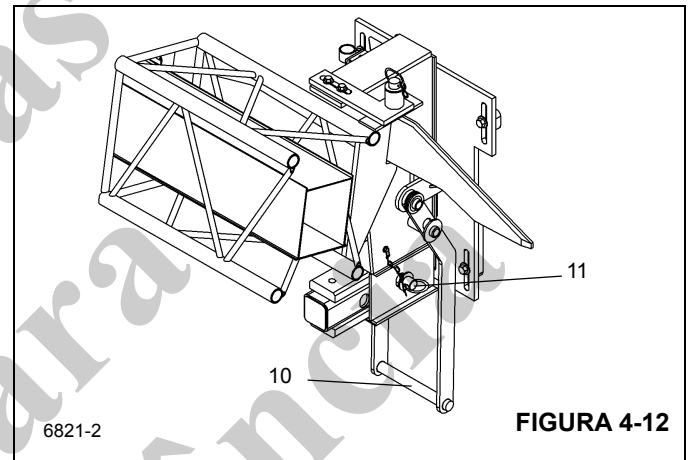

FIGURA 4-12
17. No suporte de armazenamento traseiro, remova o pino que fixa o suporte deslizante na posição "EXTERNA". Pressione a alavanca (10) Figura 4-12 para empurrar a lança articulada contra a traseira da lança e desengatar as conexões de fixação da lança articulada dos olhais de fixação da extremidade da lança (9) Figura 4-7. Instale o pino de retenção (11) Figura 4-12 que fixa o suporte deslizante na posição "INTERNA".